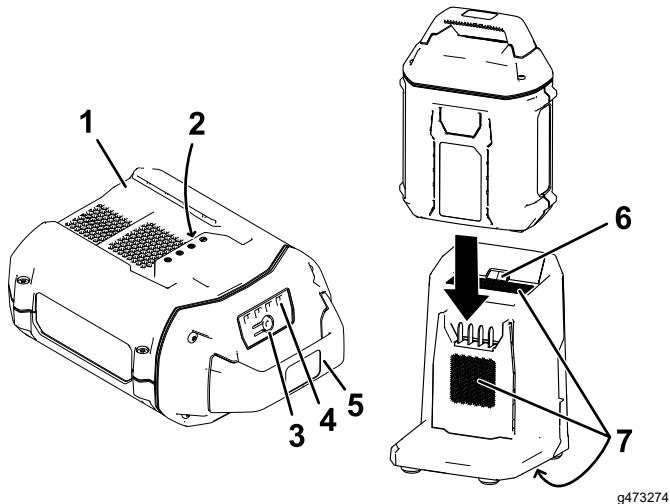

Bild 19
2. Flüchten Sie das Loch im Akkupack (Bild 19) mit der Zunge am Ladegerät aus.
3. Schieben Sie den Akkupack in das Ladegerät, bis es einrastet (Bild 19).